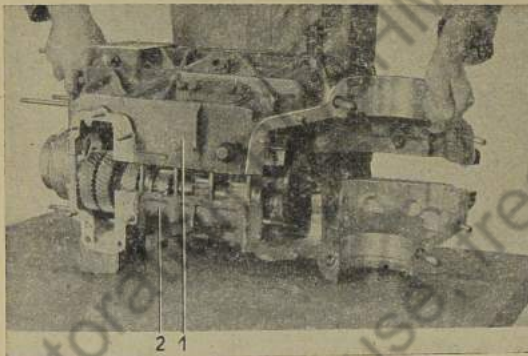

Bild 307: Linke Gehäusehälfte abheben
**Beachte:** Das Gehäuse ist so zu legen, daß Haupt- und Vorgelegewelle in der rechten Gehäusehälfte zu liegen kommen. (Bild 307).